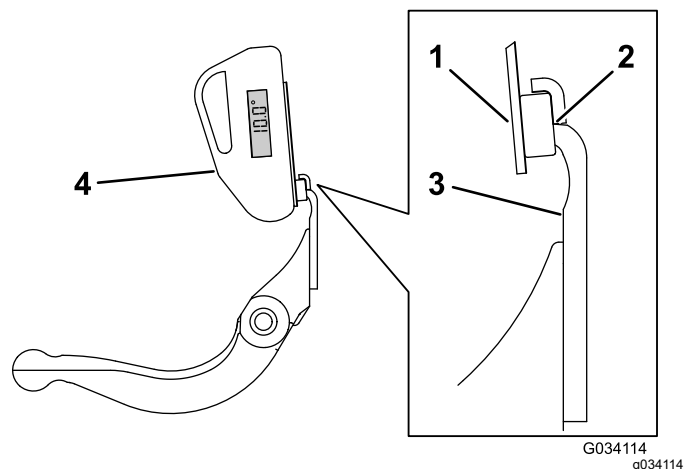

Figure 20
3. Placez le support de l'indicateur d'angle sur le bord de la contre-lame de sorte à adapter le bord de l'aimant au bord de la contre-lame (Figure 20).
4. Placez l'indicateur d'angle sur le support, comme montré à la Figure 20.